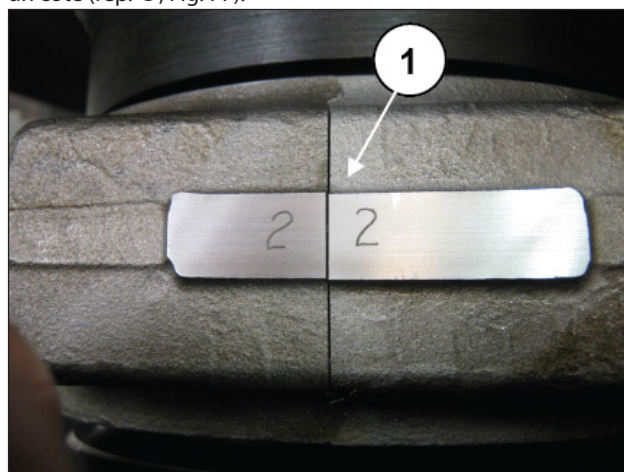

Fig. 77
Désassembler les chapeaux des demi-bielles ; pour les accoupler correctement, suivre la numérotation présente sur un côté (rep. ①, Fig. 77).